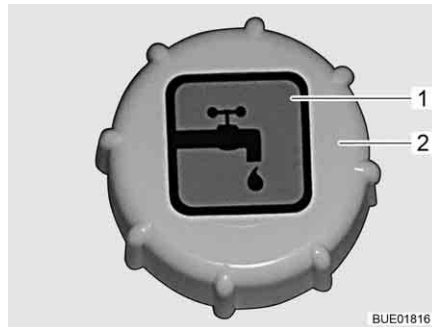

Bild 226 Lock för påfyllningsöppningen för dricksvatten
Påfyllningsöppningen för dricksvatten är märkt med symbolen "☕" (Bild 226,1).
- Vrid locket (Bild 226,2) moturs och tag bort det.